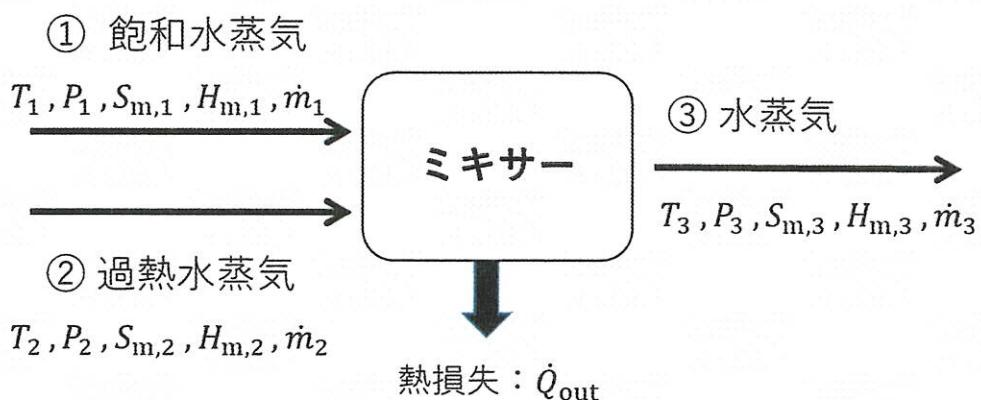

図1 ミキサーを使った水蒸気の混合プロセス
ミキサーを使った水蒸気の混合プロセスを考える。定常状態で、100°Cの飽和水蒸気（流路①）と300°C、1.0 MPaの過熱水蒸気（流路②）をミキサーで混合し、250°C、300 kPaの水蒸気（流路③）を生成させる（図1）。このとき、飽和水蒸気の質量流速は $1.5 \text{ kg} \cdot \text{s}^{-1}$ 、ミキサーでの熱損失は2.0 kW、周囲の環境温度は25°Cである。運動エネルギーとポテンシャルエネルギーを無視できるとして、以下の間に答えよ。